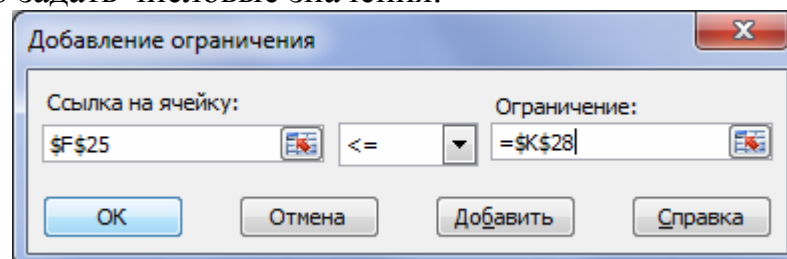

Рисунок 8.3 – Диалоговое окно **Добавление ограничения**
7. Для того чтобы ввести ограничения, нужно нажать на кнопку *Добавить*. Появляется диалоговое окно *Добавление ограничения* (рисунок 8.3). В левое поле вводим адрес ячейки, где находятся ограничения (или диапазон адресов ячеек).